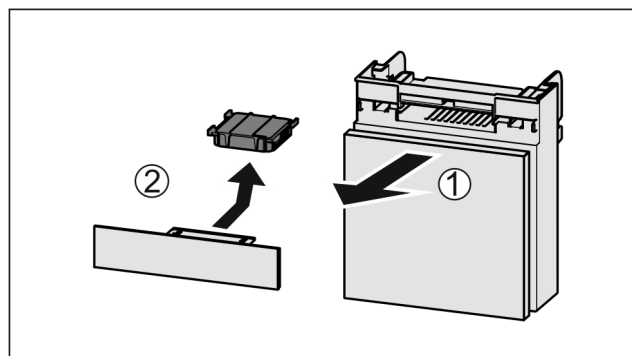

Fig. 94
- ▶ Потягніть Fig. 94 (1) відділення вперед.
- ▶ Витягнути Fig. 94 (2) фільтр з активованого вугілля.